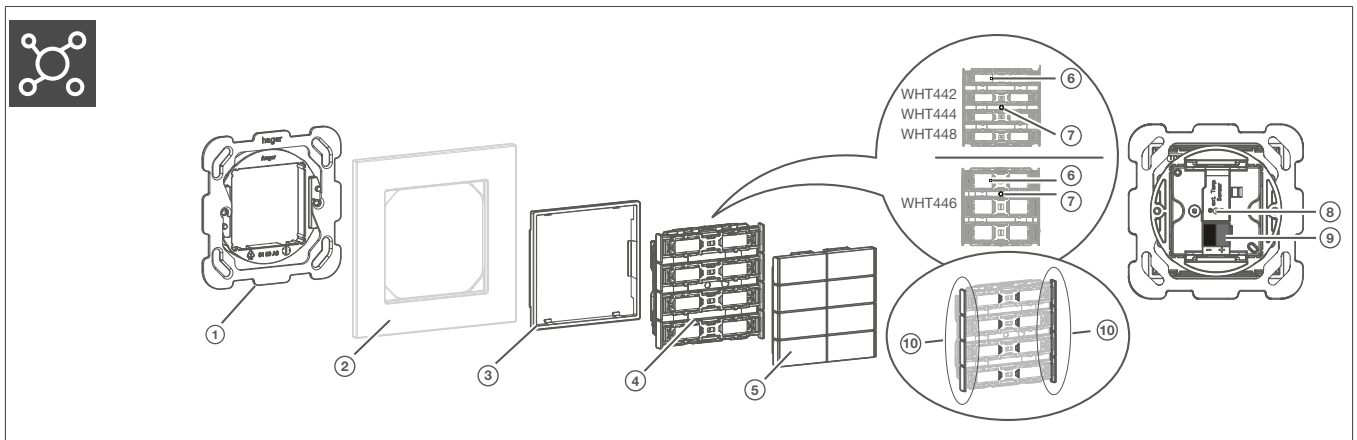

Bild 5: Geräteaufbau
- 1 Falls vorhanden die Tasten über der Programmier-Taste Bild 5/7: Geräteaufbau lösen.
Die Programmier-LED Bild 5/6: Geräteaufbau leuchtet.